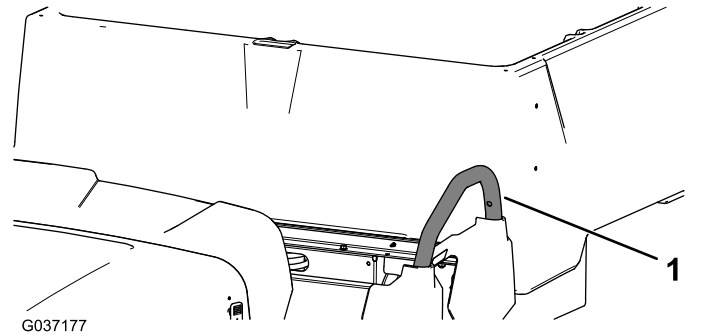

Bild 9
- Entfernen Sie die drei Schrauben und drei Muttern, mit denen der linke Haltegriff befestigt ist (**Bild 9**) und entfernen Sie diesen.
9. Montieren Sie den zuvor entfernten linken Haltegriff mit den drei Schrauben und drei Muttern (Bild 9).